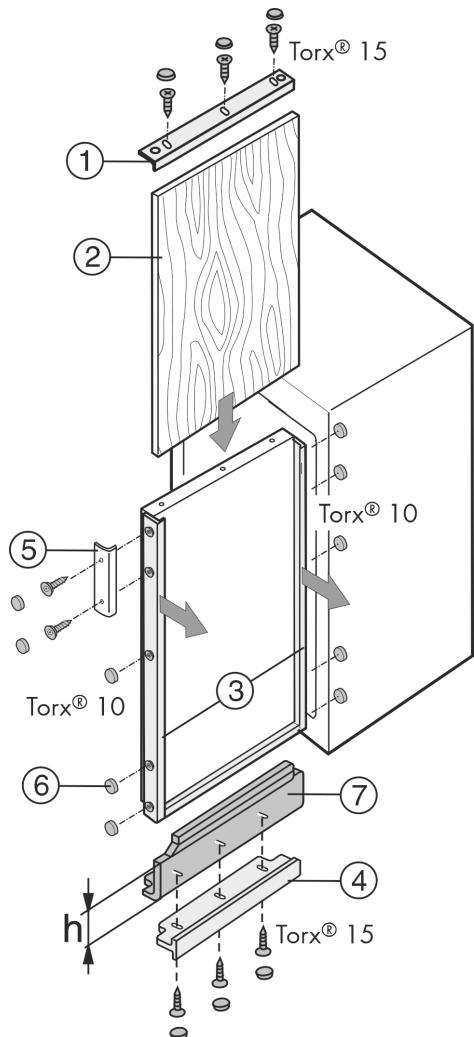

Fig. 42
Ako već postoji ukrasna ploča, ali je premale visine, može se prilagoditi različito visokim maskama za izjednačavanje Fig. 42 (7).